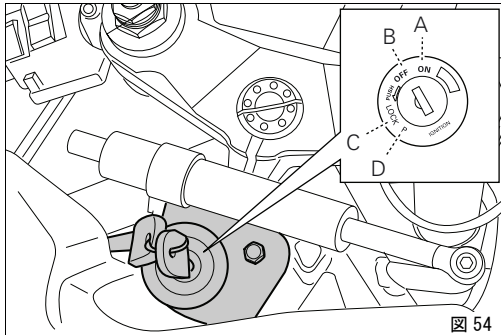

図 54
1) イグニッションキーを ON の位置にします (図 54)。緑のランプ N と赤のランプ  が点いている事を確認してください。